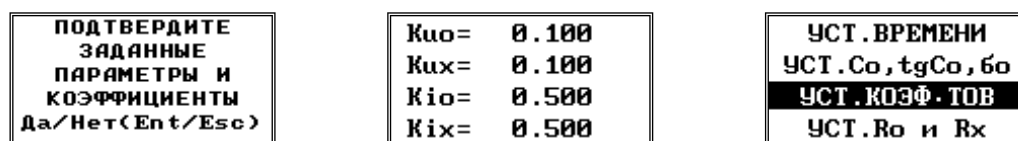

Рисунок 106
7.1.8.3 В случае если режим выбирается первый раз после включения питания измерителя, будет предложено просмотреть значения параметров, влияющих на вычисляемые величины. При последующих переключениях запрос подтверждения заданных параметров выдаваться уже не будет. В режиме векторных вычислений используются значения коэффициентов передачи внешних блоков и коэффициентов трансформации внешних токов. Если реальные параметры собранной измерительной схемы совпадают с заданными, нажмите кнопку **Enter**, а если необходима коррекция, используйте кнопку **Esc** для перехода в меню установки этих коэффициентов. Кроме того, для вычисления углов сдвига фаз используются значения поправок углов «до» и «дхо» для внешних цепей, включенных соответственно перед входами «O» и «X» (рисунок 106). Эти параметры также необходимо проконтролировать.